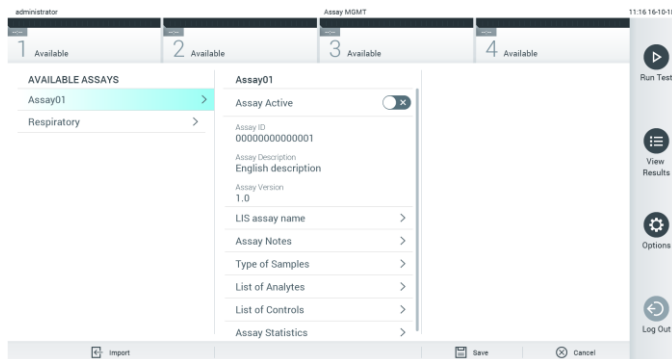

图 55. Assay Management（检测管理）屏幕。
2. 如要将新检测导入 QIAstat-Dx Analyzer 1.0，请按下 Options（选项）按钮，然后按下 Assay Management（检测管理）按钮。显示屏的内容区域会出现 Assay Management（检测管理）屏幕（图 55）。